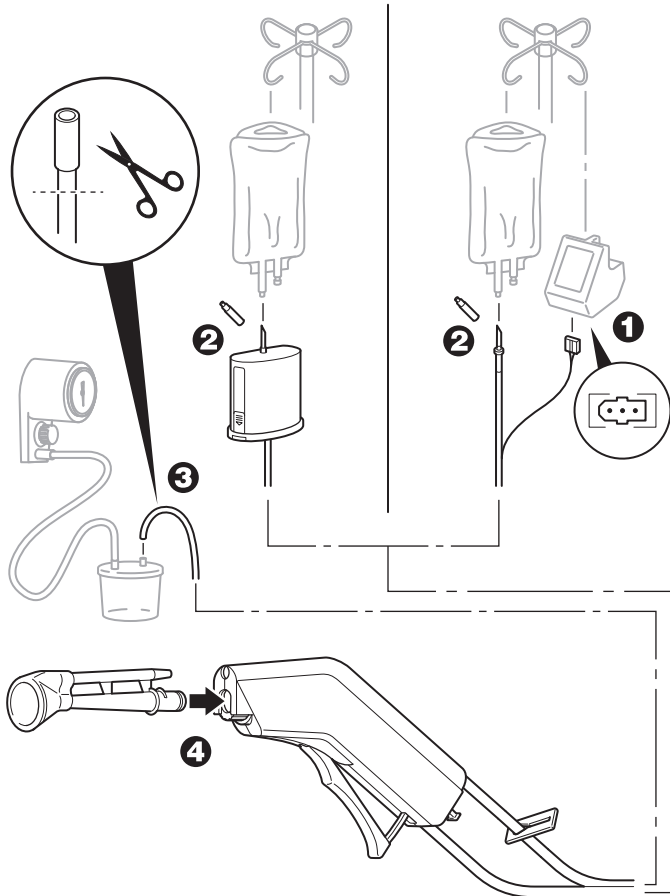

Figura 1 – Para montar la pieza de mano
1. Si está utilizando una pieza de mano con un paquete de baterías recargable, conecte la clavija del cable de alimentación de la pieza de mano a la entrada del paquete de baterías recargable InterPulse REF 0211-022-000 (figura 1). Consulte las instrucciones de uso suministradas con el cargador del paquete de baterías InterPulse.